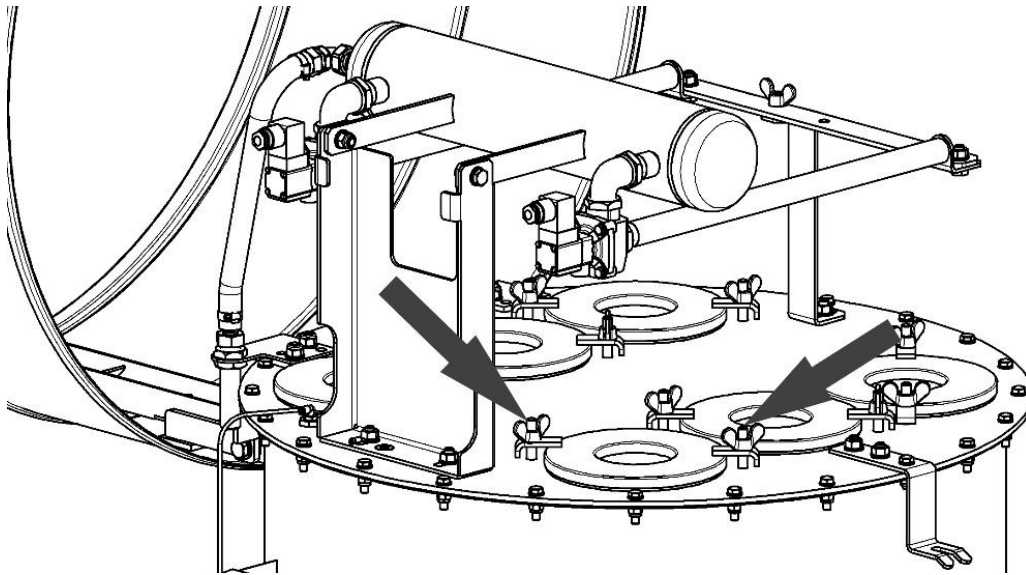

Рисунок 9
5.3.4 Проверить расположение картриджей (рисунок 9). Прижимы должны плотно крепить крышки картриджей, а уплотнение крышек картриджей должно прилегать к плоскости корпуса фильтра без зазоров.